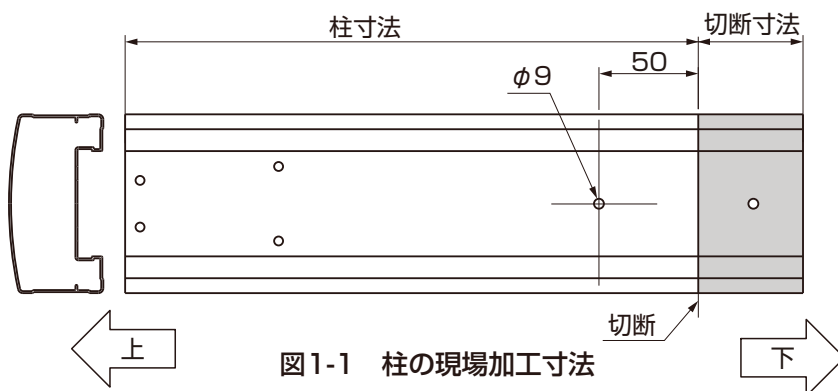

図1-1 柱の現場加工寸法
①図1-1、表1-1、表1-2、表1-3、表1-4を参照して、吊り式梁の角度をきめてください。
①図1-1、表1-2を参照して、柱を切断して、φ9の貫通穴をあけてください。